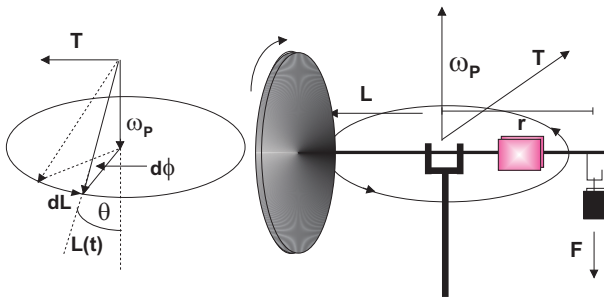

Bild 4.3: Versuchsskizze des Kreisels und eine schematische Darstellung der Vektoren von Drehimpuls, Drehmoment und Präzessionsgeschwindigkeit.
2. Leiten Sie bitte anhand der Zeichnung in Bild 4.3 die Formel für die Präzessionsgeschwindigkeit her.